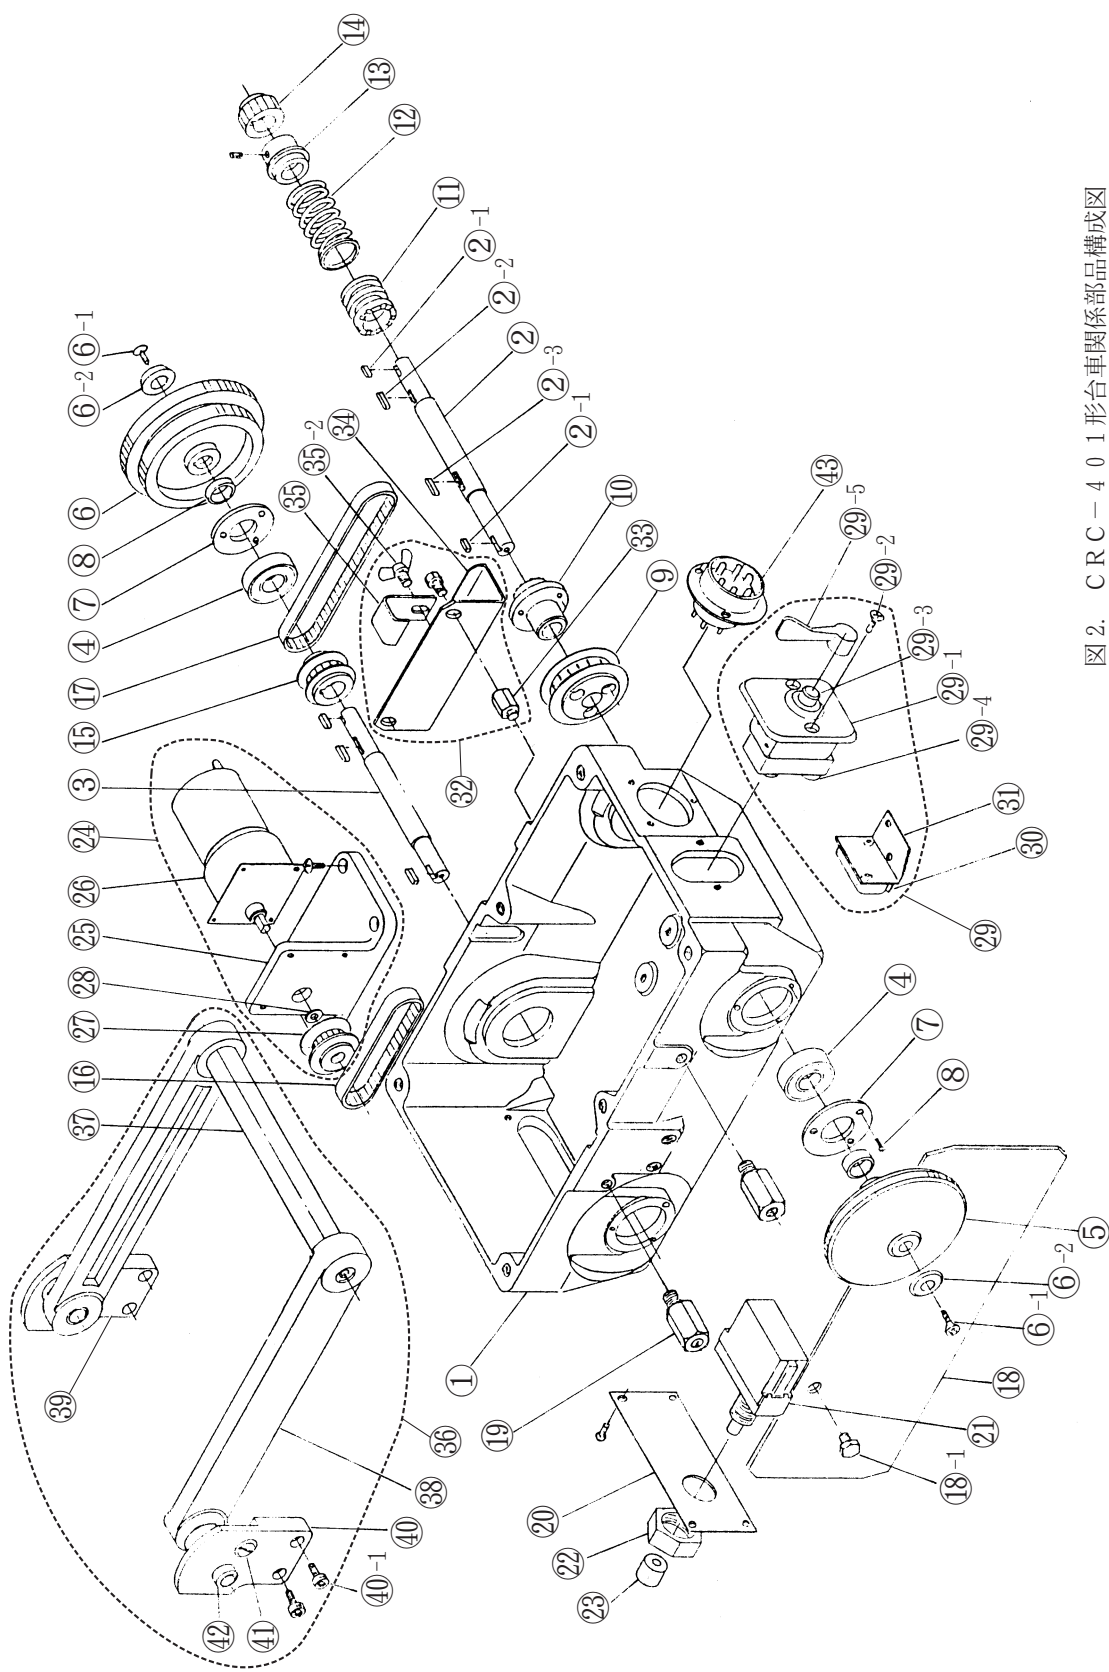

图2. CRC-401形车门关系部品构成图
② 切断台車関係（照合No.は図2 参照）
② 切断台車関係（照合Noは図2 参照）（つづき）